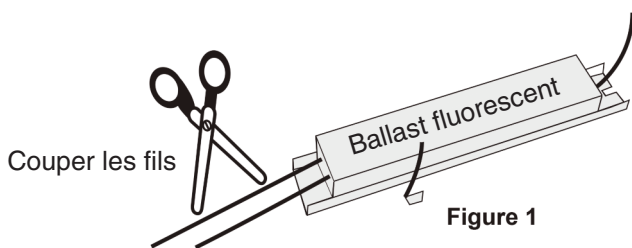

Figure 1
Étape 6: Couper les fils de phase et neutre au ballast, aussi que les autres fils au ballast (voir **Figure 1**).